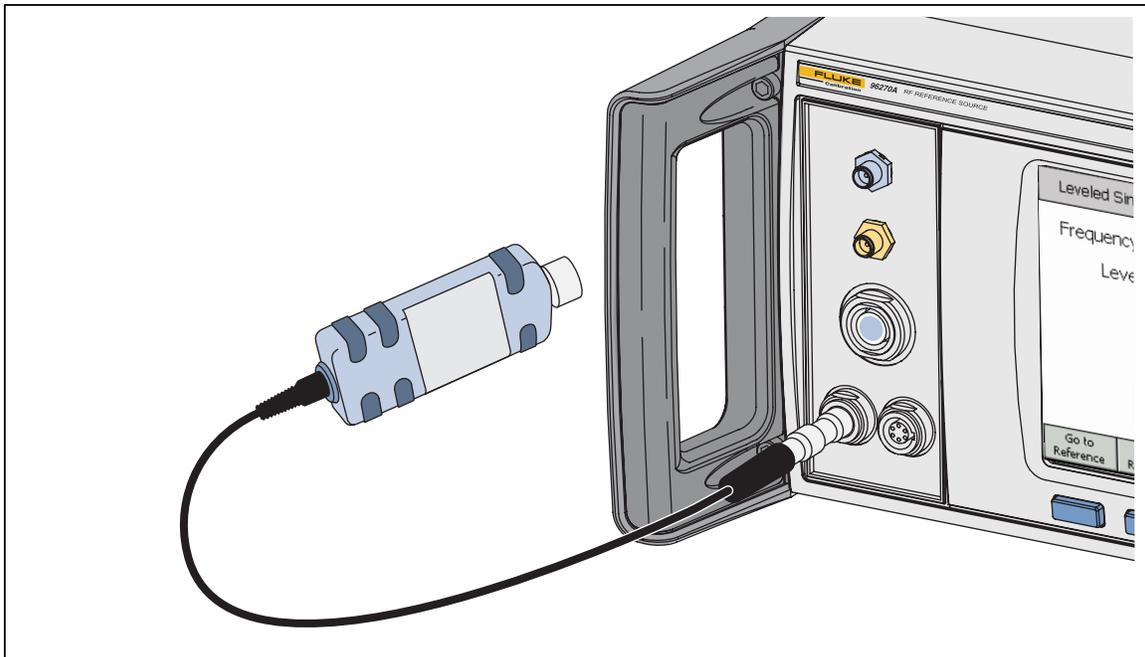

Figura 3-26. Conectar os Sensores de potência (96270A)
2. Conecte o conector de múltiplas vias ao conector 1 e 2 do sensor apropriado ao Instrumento. Pressione com firmeza no conector de múltiplas vias até travar. Veja a Figura 3-26.